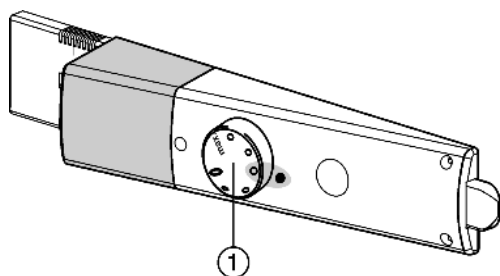

Fig. 2
- Поверните регулятор температуры Fig. 2 (1) вправо с положения 0 в положение 3.
- Повернуть регулятор температуры Fig. 2 (1).